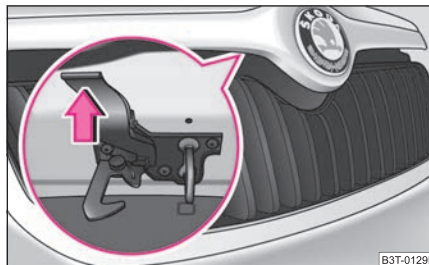

Abb. 186 Kühlergrill: Zugriff
- Drücken Sie die Sicherung ⇒ Abb. 186, die Motorraumklappe entriegelt sich.